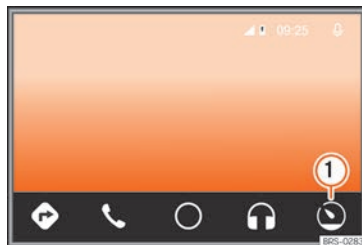

Fig. 221 Menu Android Auto™
- À partir du service Android Auto™, appuyez sur la touche de fonction »» fig. 221 ①.